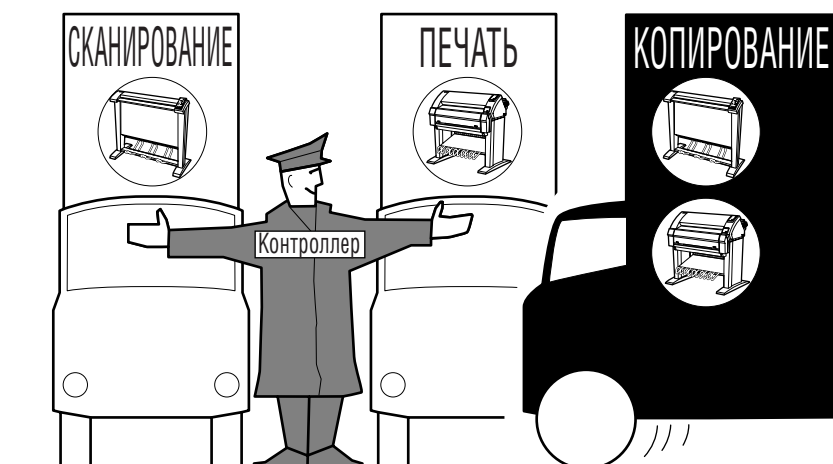

Рис. 6
- со сканером и компьютером — для сканирования изображений и записи их в виде файлов (рис. 6).